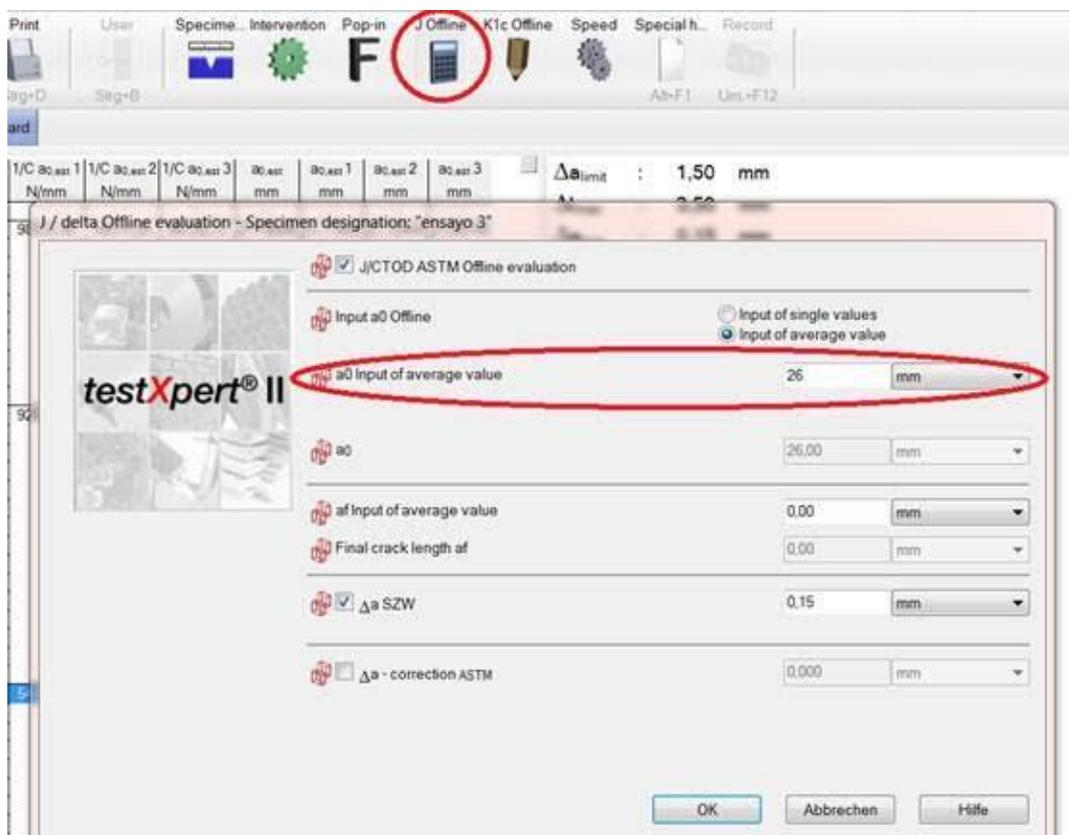

Fig. A11. Cálculo de J
2. Se hace clic en el botón J Offline y en la pestaña a0 input se coloca el valor medido de acuerdo a ASTM E 1820. (Fig. A11)